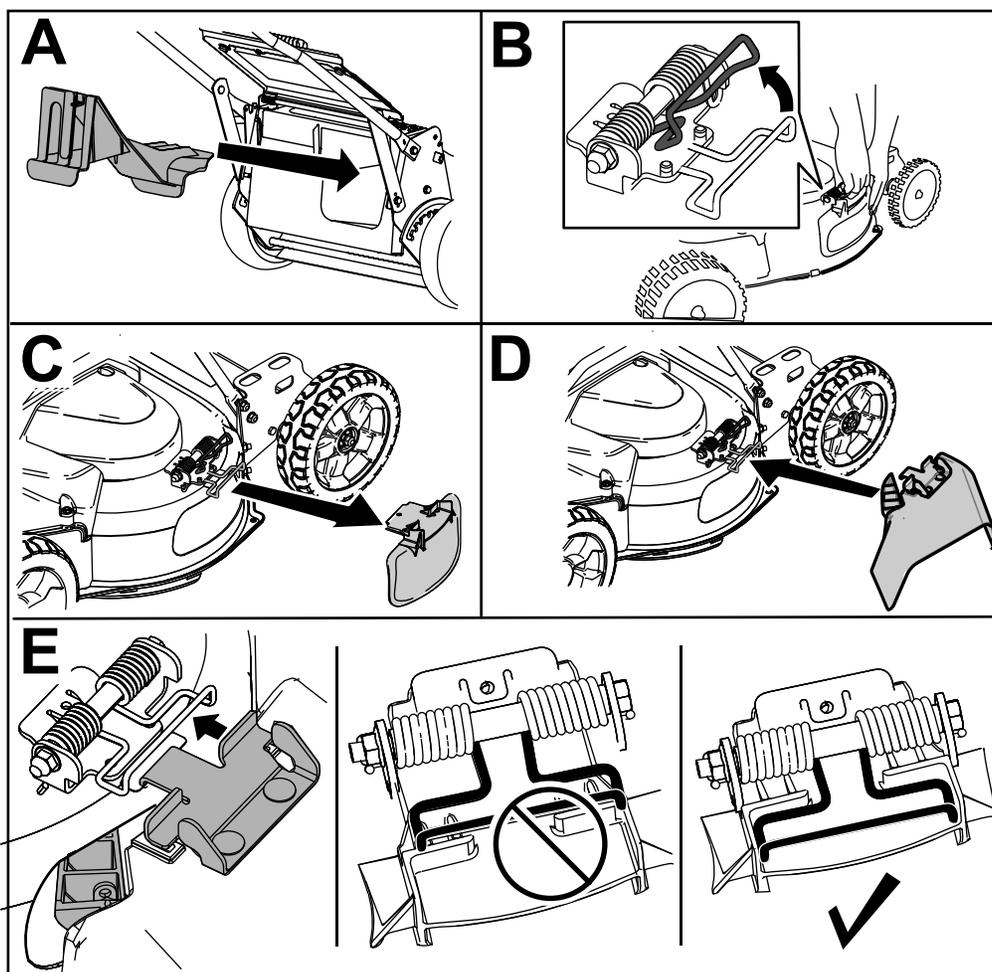

Рисунок 22
3. Вставьте заднюю выпускную заглушку (вид А на Рисунок 22).
4. Снимите боковой отражатель выброса, потянув вверх за пружину, удерживающую отражатель на месте, и сняв отражатель (вид В и С на Рисунок 22).
5. Установите желоб для бокового выброса, потянув вверх за пружину, поместив желоб поверх отверстия и опустив пружину на выступы в верхней части желоба для выброса (виды D и E на Рисунок 22).